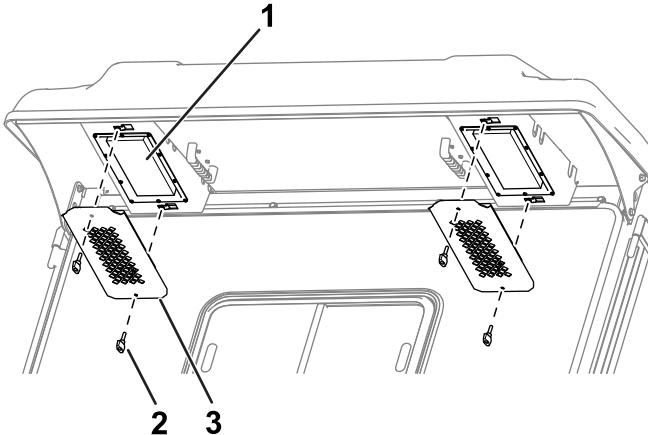

Figura 118
1. Togliete manopole e grate dalla sporgenza posteriore della cabina (Figura 118).
4. Utilizzate le manopole e le griglie per montare i filtri sulla cabina (Figura 118).